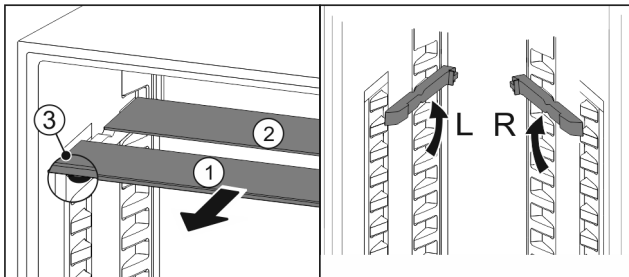

Fig. 167
- ▶ 将玻璃隔板逐个向前拉出 Fig. 167 (1)。
- ▶ 带装饰条的玻璃隔板 Fig. 167 (1)在前。
- ▶ 阻挡装置 Fig. 167 (3)指向下方。